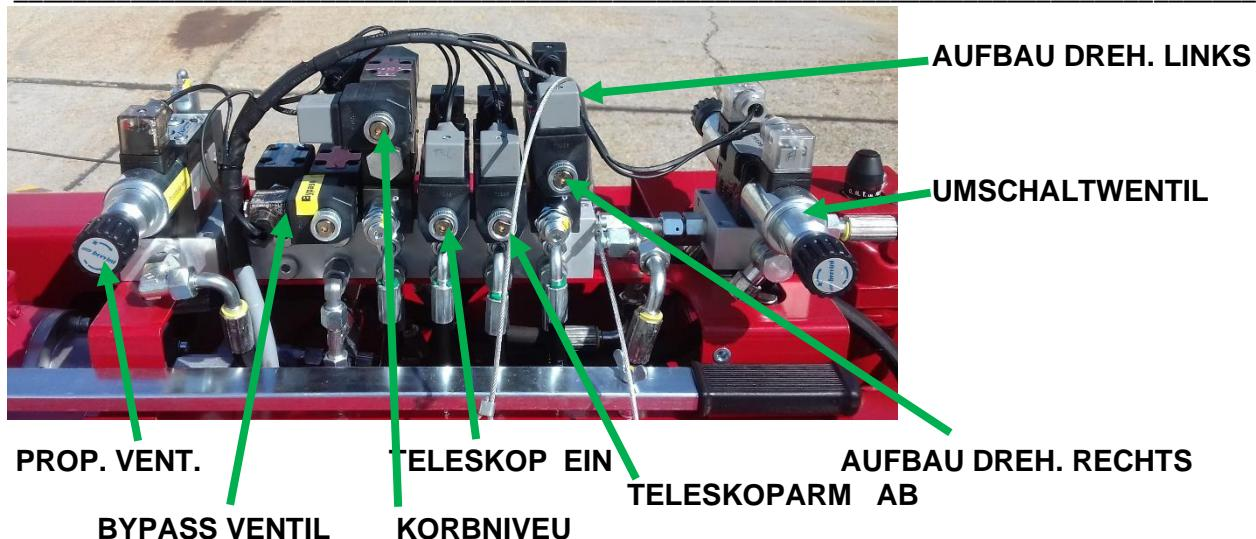

Abb. 24. Notsteuerung des Aufbaus
- 3.) Mit der Handpumpe anlassen die Arbeit, gleichzeitig die Ventilstange der gewünschte Funktions mit dem beigefügten Hilfsmittel eindrücken Abb. 24.